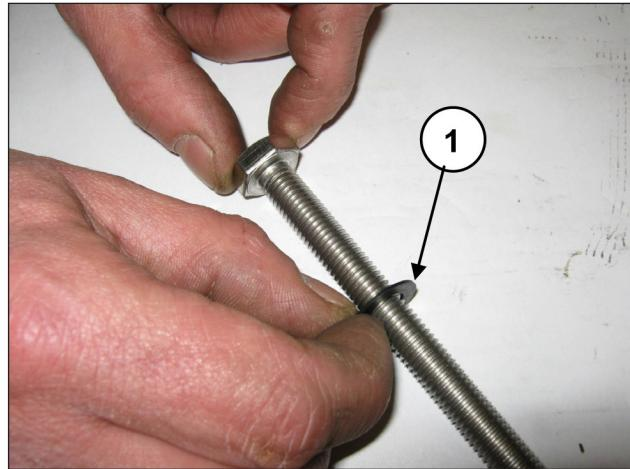

Fig. 176
Inserire la rosetta Ø10x18x0.9 nella vite fissaggio pistone (pos. ①, Fig. 176).